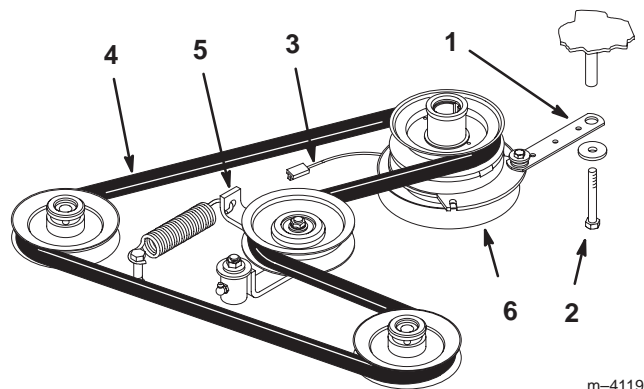

Figure 59
2. Retirez le boulon de la barrette de l'embrayage et débranchez le fil électrique de l'embrayage (Fig. 59).
3. Écartez la poulie rappelée par ressort. Déposez la courroie de transmission des poulies du moteur et de la pompe hydraulique (Fig. 59).
4. Installez la courroie neuve sur les poulies du moteur et de la pompe hydraulique (Fig. 59).
5. Écartez la poulie rappelée par ressort, alignez la courroie, puis relâchez la poulie (Fig. 59).